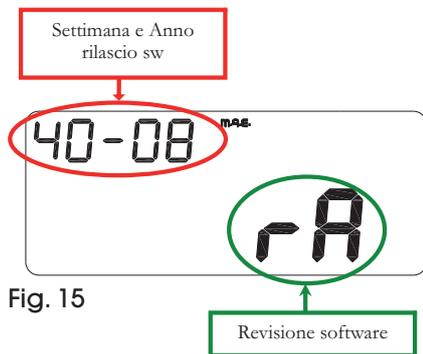

Fig. 15
- 1a pagina (ad ogni collegamento con la batteria veicolo): Versione e data di rilascio del software (per circa 3 secondi) (fig. 15).
- 1st page (at every connection with vehicle battery): Software version and date of issuing (for approx. 3 seconds) (fig. 15).